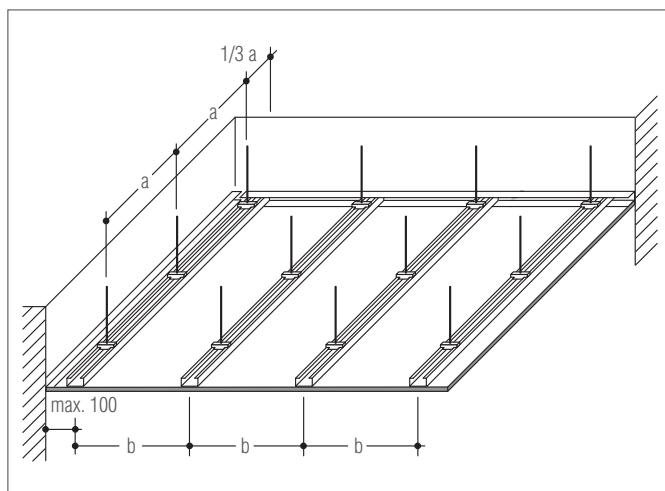

Рис. 4-3 Непосредственное крепление несущего каркаса к перекрытию на шпильках
- непосредственное крепление к строительной конструкции (см. рис. 4-3);